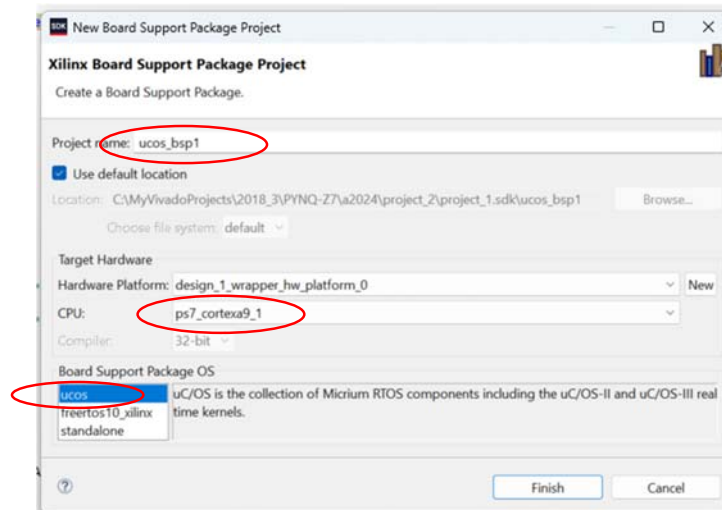

Figure 8
- 4) Vous devez ensuite créer un 2^e BSP sur core 1 qui sera maître. Faire un File → Board Support Package. Dans le champ Project Name mettre le nom de *ucos_bsp_1*. Puis sélectionner **ps_cortex9_1** et non sur ps_cortex9_0 comme choix de CPU. Finalement, indiquez *ucos* dans le choix du OS. Le résultat est à la figure 8.